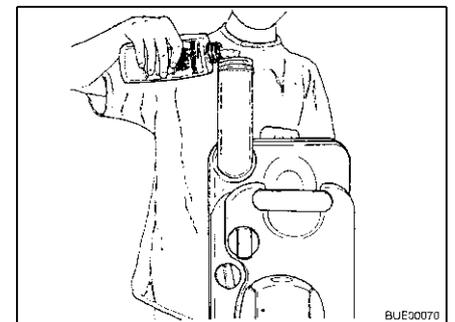

Bild 254 Sanitärflüssigkeit einfüllen
- Angegebene Menge Sanitärflüssigkeit in den Fäkalientank füllen (Bild 254).